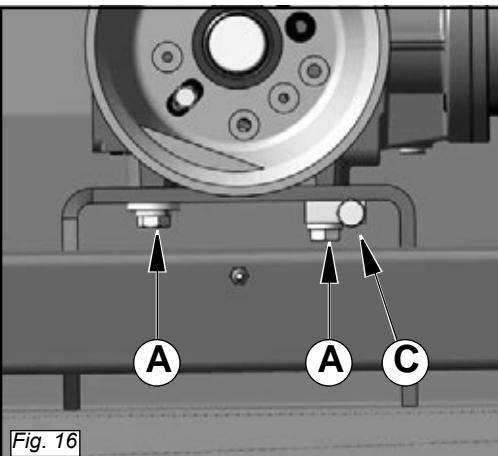

Fig. 16
- Allentare le viti che fissano il moltiplicatore alla carpenteria (A-B Fig. 16).
- Agire sulle due viti di registro (C Fig. 16) facendo in modo che le cinghie raggiungano la corretta tensione.
- Løsne skruerne der fastholder gearanordningen til konstruktionen (A-B Fig. 16).
- Indvirk på de to justeringsskruer (C Fig. 16) således at der oparbejdes en korrekt drivremespænding.
- Lossa skruvarna som fäster överväxeln vid ramen (A och B - Fig. 16).
- Justera de två justerskruvarna (C - Fig. 16) så att remmarna får korrekt spänning.